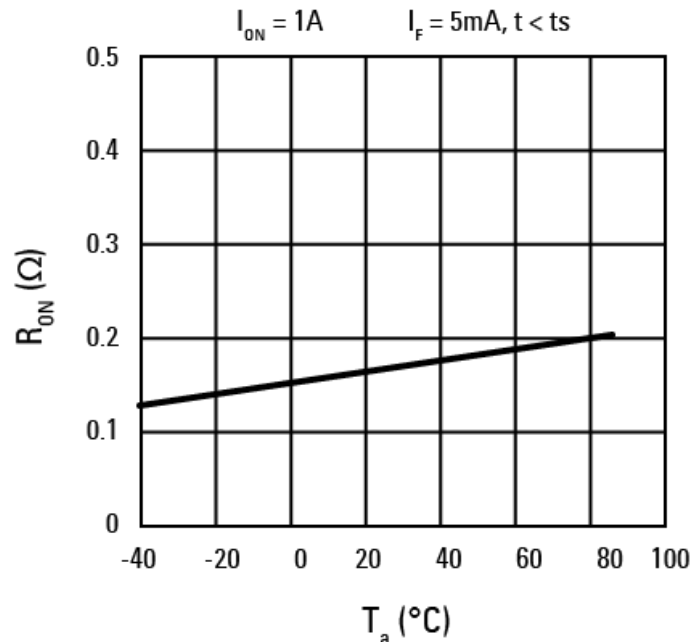

Fig 2. $R_{ON} - T_a$
- R_{ON} の値は、周囲温度の影響を受けます (Fig. 2)。また、周辺温度が上昇すると R_{ON} が大きくなり、消費電力も増加します。